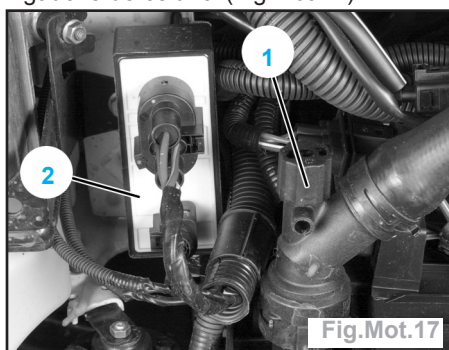

Fig.Mot.17
- Ouvrir le bouchon de vidange (1) du radiateur, situé dans l'angle inférieur gauche de celui-ci (Fig.Mot.17).